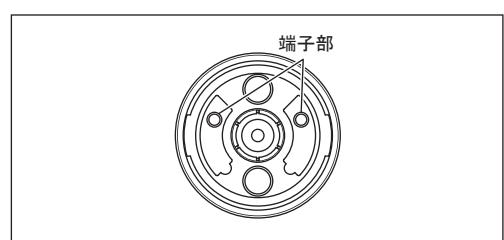

図39
- ・接続部を清掃する際に、尖端が鋭い棒で清掃したり、端子部を突いたりしないでください。傷がつき接触不良などの原因になる恐れがあります（図39）。